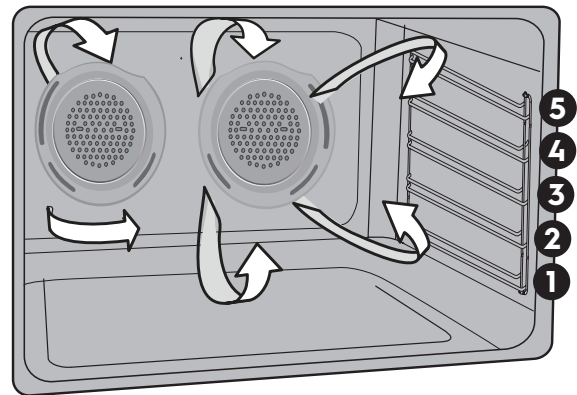

Figura 14: Asado por convección en las parrillas inferiores
- Cuando utilice Freidora con aire caliente, coloque los alimentos en posición de rejilla 4 para obtener mejores resultados. Coloque la bandeja de goteo en la posición del estante 2 para atrapar cualquier miga o goteo. Ver figura 14 para la bandeja de freidora con aire caliente y la bandeja de goteo.